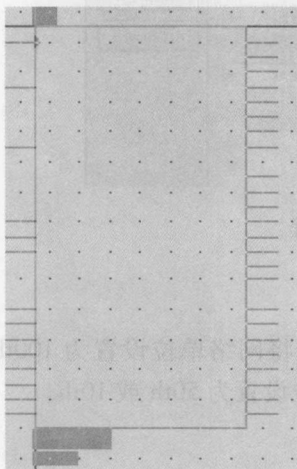
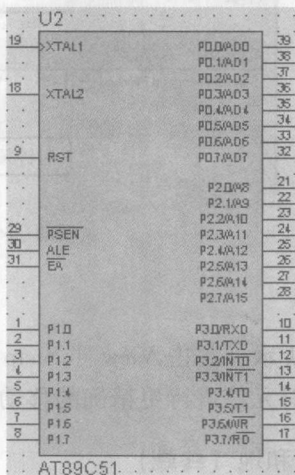

图 1-11 随光标浮动的单片机符号
图 1-12 放置后的单片机符号
(1) 放置元件。在元器件列表中, 选择“AT89C51”, 然后将光标移动到原理图编辑区, 在任意位置单击鼠标左键, 即可出现一个随光标浮动的元器件原理图符号, 如图 1-11 所示。移动光标到适当位置单击鼠标左键即可完成该元器件的放置, 效果如图 1-12 所示。